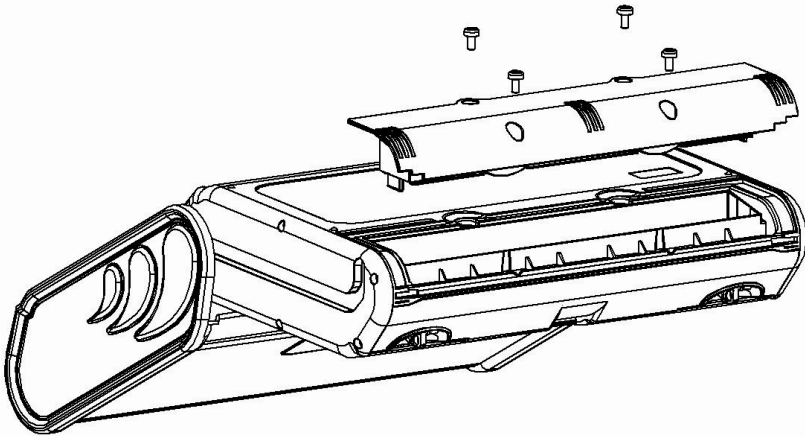

Fig. 8.1. Tauschen des Akkupacks
- Entfernen Sie die 4 Schrauben der Batteriefachabdeckung **Fig. 8.1**),